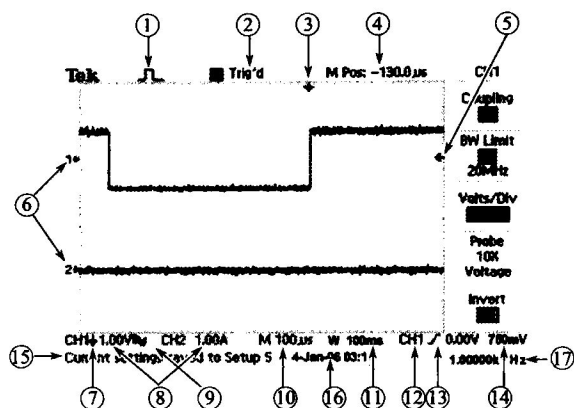

图 1-11 屏幕显示信息位置
显示屏幕上还含有关于波形和示波器控制设置的详细信息，如图 1-11 所示，其中信息标号①～⑮与黑白数字存储示波器相同，⑯显示日期和时间，⑰显示触发频率。